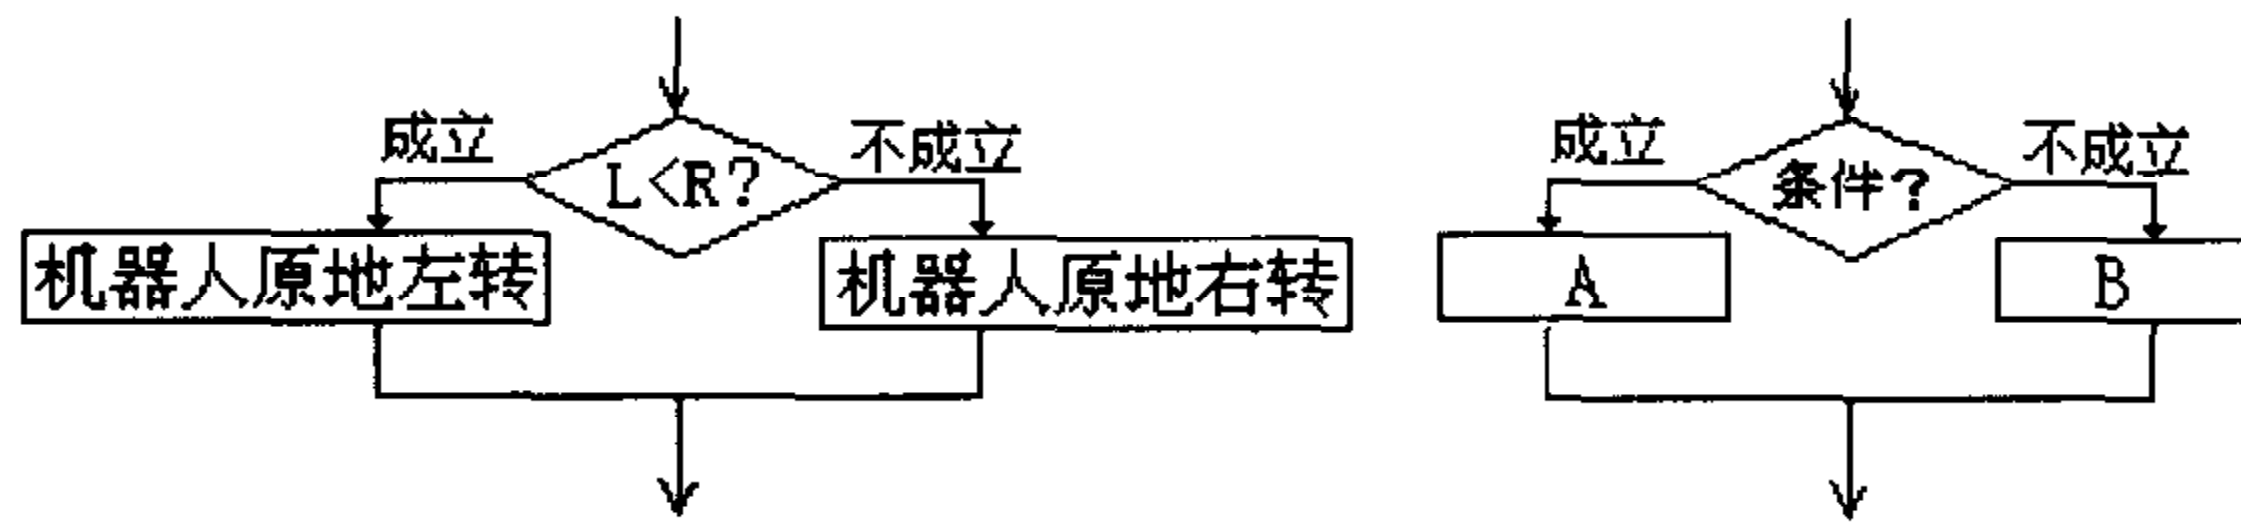

图 3.10 “走向光明”选择结构流程图
1. 思路: 当程序检测到光敏传感器的信息后, 判断左、右方向哪边光线强, 若左面光线强向左面走, 右面光线强向右面走。部分程序结构流程图如图 3.10 所示。
在如图 3.10 所示的流程图菱形框中, 如果条件成立, 执行矩形框中程序段 A, 否则执行矩形框中的程序段 B。程序根据条件成立与否执行了不同的内容后继续执行下